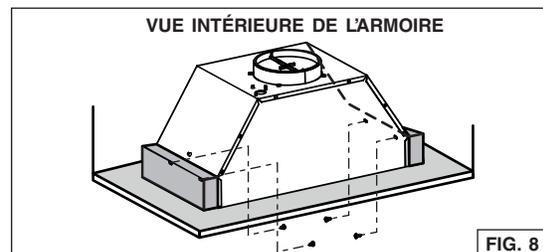

FIG. 8
6. Insérer la hotte dans l'armoire (Fig. 8) et la fixer aux blocs de bois installés précédemment à l'aide de (4) vis à bois incluses dans le sachet de pièces (2 vis par côté).